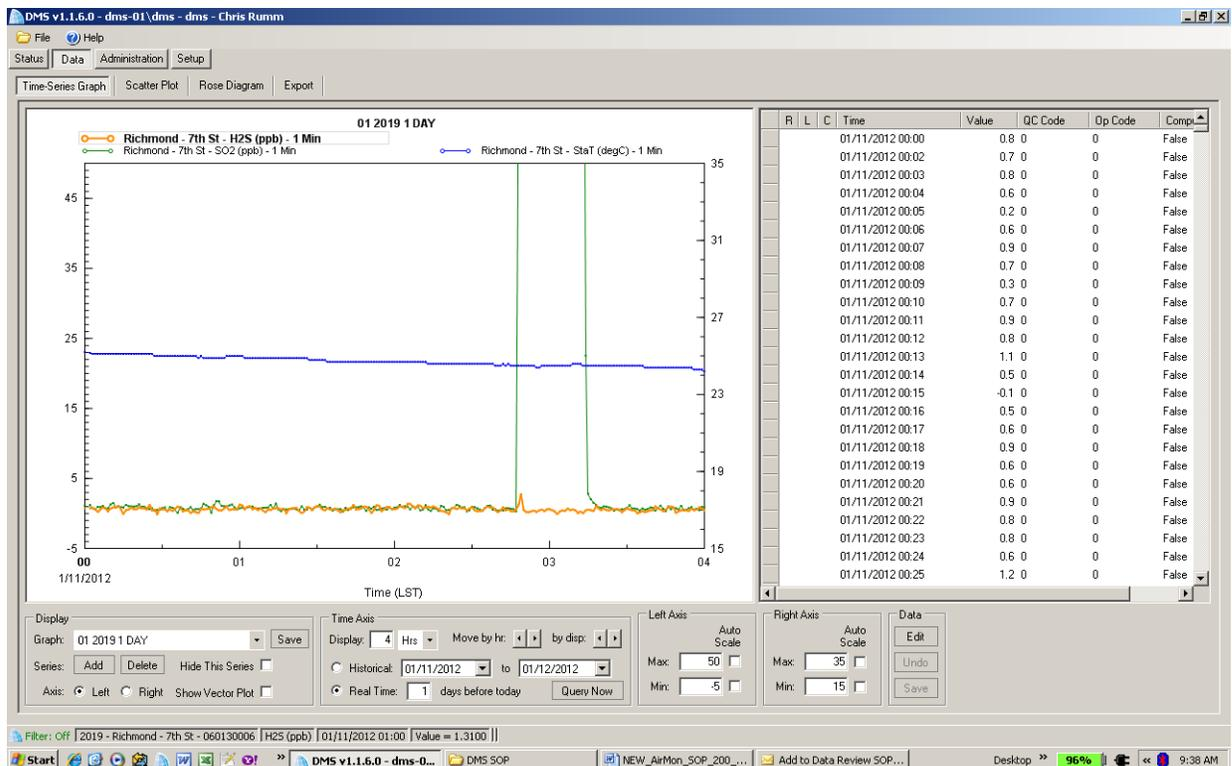

Figure 3: DMS Time-Series Graph Screen
1. Select the **DMS Data/Time-Series Graph** screen (Figure 3: DMS Time-Series Graph Screen)